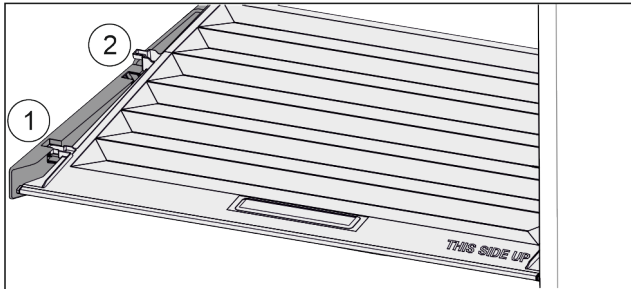

Fig. 124
- ▶ Deksel tot de opening in de vasthoudelen naar voren trekken Fig. 124 (1).
- ▶ Aan de achterkant vanaf de onderkant omhoog tillen en vanaf de bovenkant verwijderen Fig. 124 (2).